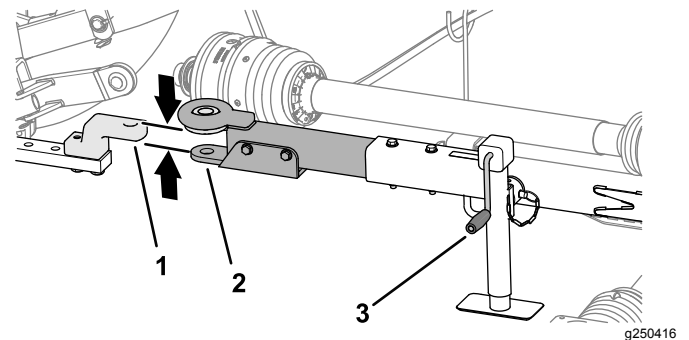

Figura 22
1. Utilice la manivela del gato para elevar o bajar el gato de la barra de tiro y alinear la barra de tiro con la barra de tracción o el enganche de pivote (Figura 22).
3. Alinee la barra de tracción o el enganche de pivote del vehículo de remolque con la barra de tiro del cortacésped (Figura 22).